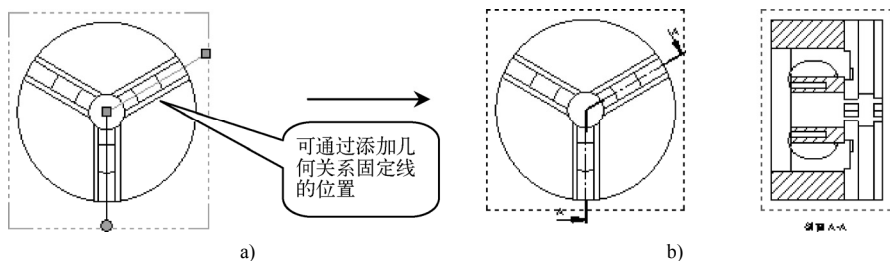

图 7-76 创建“旋转剖视图”操作
STEP 5 单击“直线”按钮，在如图 7-76 所示的位置绘制两条共端点的直线，然后选中这两条直线，单击“剖视图”按钮 ，向右侧拖动，绘制旋转剖视图（如剖切方向有误，可在左侧“剖面视图”卷展栏中进行调整），如图 7-76b 所示。